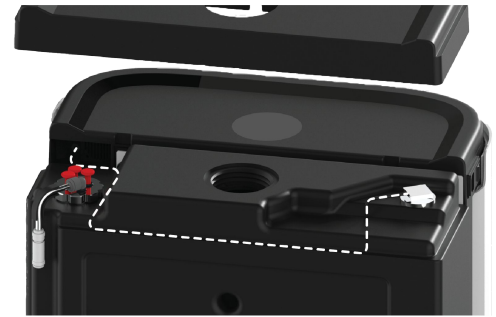

Fig. 1
1. Para o controlo do nível do reservatório (Porta 12; ver página 10), certifique-se de que o sensor de nível está apertado à mão na porta superior esquerda. Passe o cabo pela ranhura, por baixo da tampa do depósito, à volta da tubagem e para a parte traseira do depósito, de modo a que o acabamento fique nivelado; consulte a Fig. 1 para orientação. Ligue o cabo à porta do sensor de nível (Porta 12; ver página 10).